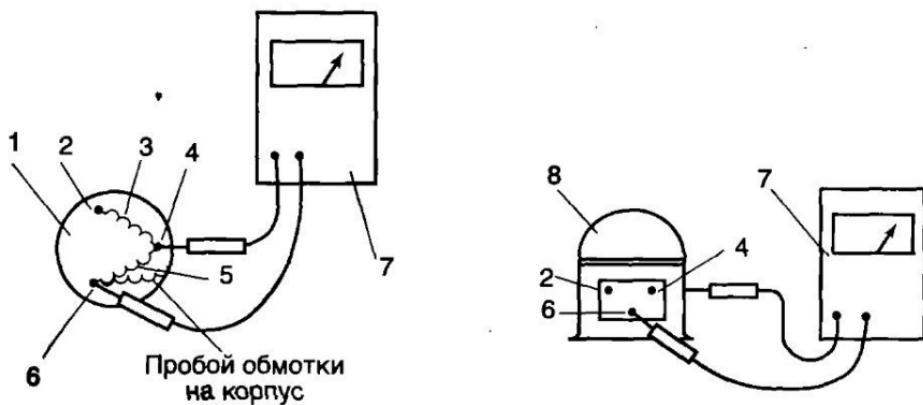

Рис. 7. Определение замыкания обмотки электродвигателя герметичного компрессора на корпус:
4.1.3. При нарушении изоляции обмотки, может происходить ее замыкание на корпус (рис. 7).